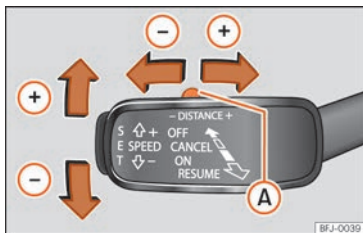

Fig. 266 À gauche de la colonne de direction : troisième levier pour utiliser le régulateur de vitesse adaptatif.
Lors de la conduite, si vous souhaitez utiliser la vitesse actuelle du véhicule comme vitesse de croisière et activer l'ACC, appuyez sur la touche **SET** »» fig. 266. Si vous désirez augmenter ou diminuer la vitesse par intervalles
Pour augmenter ou réduire le niveau de distance, appuyez sur la commande à bascule vers la droite ou la gauche »» fig. 266 (A).